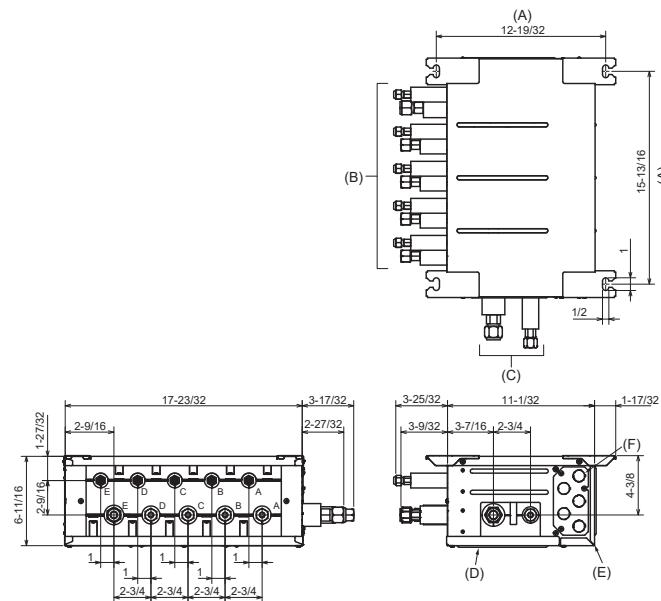

Fig. 4-3
■ PAC-LMA50BC/PAC-LMC50BC (Fig. 4-3)
- 1) Installez les boulons de suspension (à acheter localement) suivant le pas requis (Fig. 4-3, 4-4).